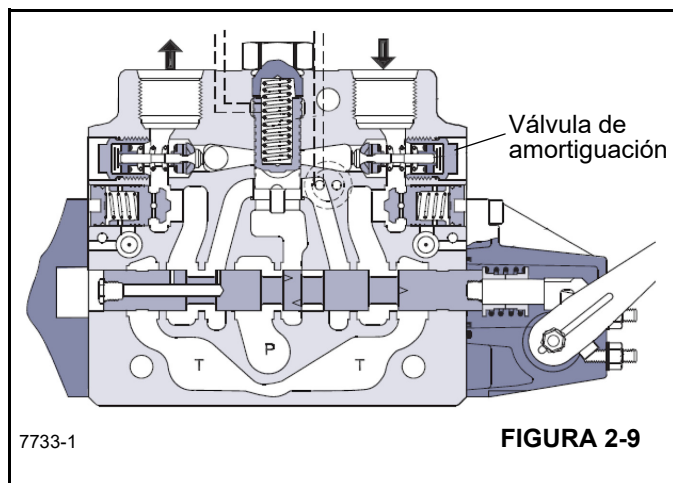

FIGURA 2-9
- a. Para las secciones de pluma, telescopización y malacate consulte la Figura 2-9. Estas secciones tienen válvulas de amortiguación a cada lado de la sección de la válvula, una frente a la otra, con válvulas de amortiguación horizontales.